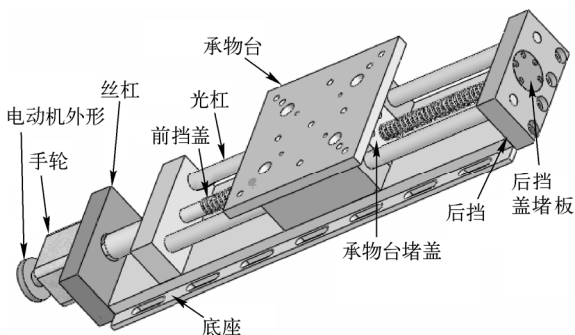
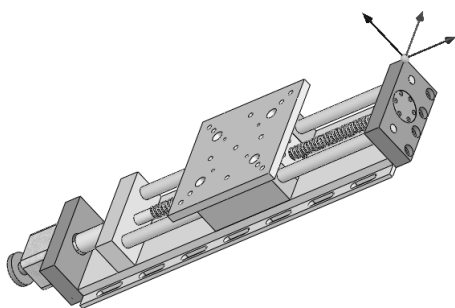

图 11-45 打开的文件实体
图 11-46 选择零件后的装配体
1) 打开的文件实体如图 11-45 所示。
3) 在“设定”选项组的（爆炸步骤零部件）列表框中，单击图 11-45 所示的“后挡”零件，此时装配体中被选中的零件被亮显，并且出现一个设置移动方向的坐标，选择零件后的装配体如图 11-46 所示。
4) 单击图 11-46 所示的坐标的某一方向，确定要爆炸的方向，然后在“设定”选项组的（爆炸距离）文本框中输入爆炸的距离值，如图 11-47 所示。